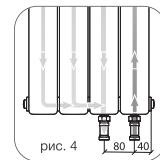

рис. 4
- 8.3. Радиатор подключается к трубопроводам с помощью отдельных узлов (кранов) нижнего подключения прямых или угловых G3/4 евроконус (рис. 4).